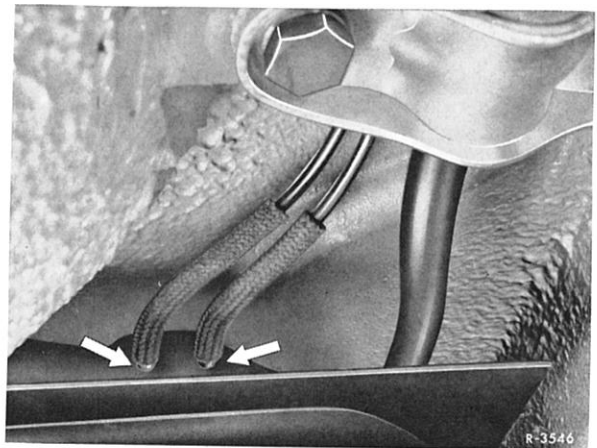

Bild 47-1/3
- 3 Belüftungsleitungen abziehen (Bild 47-1/1 und 1/3).